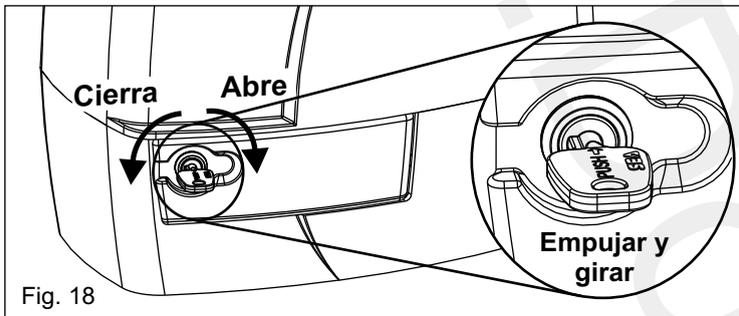

Fig. 18
- Insertar la llave, empujar y girarla en sentido horario de 90°, (Fig. 18).